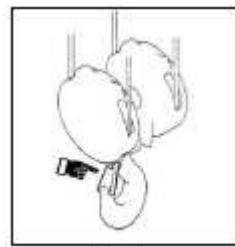

Fig. 7
- Contrôler l'intégralité des diverses parties de la moufle et plus particulièrement: la rotation des poulies, la rotation du crochet, l'oscillation de la suspente, l'efficacité de fonctionnement de la sécurité de crochet (linguet voir fig. 7).